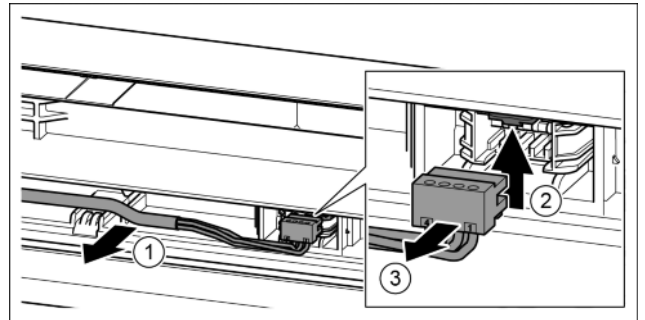

Fig. 20
- ▶ Graues Kabel vorsichtig aus der Führung in der Tür lösen. Fig. 20 (1)
- ▶ Lasche nach oben drücken. Fig. 20 (2)
- ▶ Stecker vorsichtig herausziehen. Fig. 20 (3)